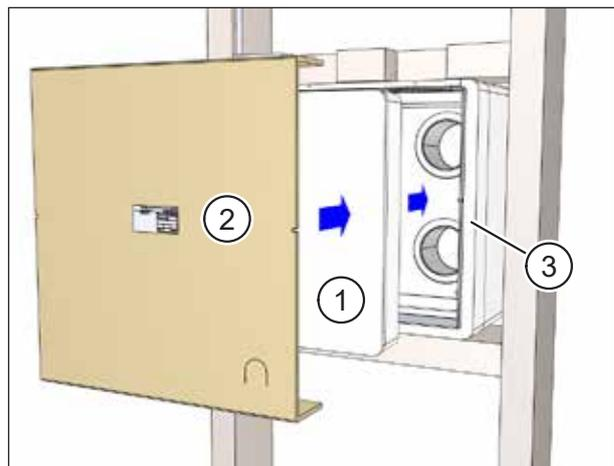

Abb. 51: Schutzdeckel und Putzschutzdeckel einsetzen
- ▶ Setzen Sie den Schutzdeckel (Pos. 1 in Abb. 51) in den Mauerkasten (Pos. 3 in Abb. 51) ein.
- ▶ Setzen Sie den Putzschutzdeckel (Pos. 2 in Abb. 51) in den Mauerkasten (Pos. 3 in Abb. 51) bis zum Anschlag ein.